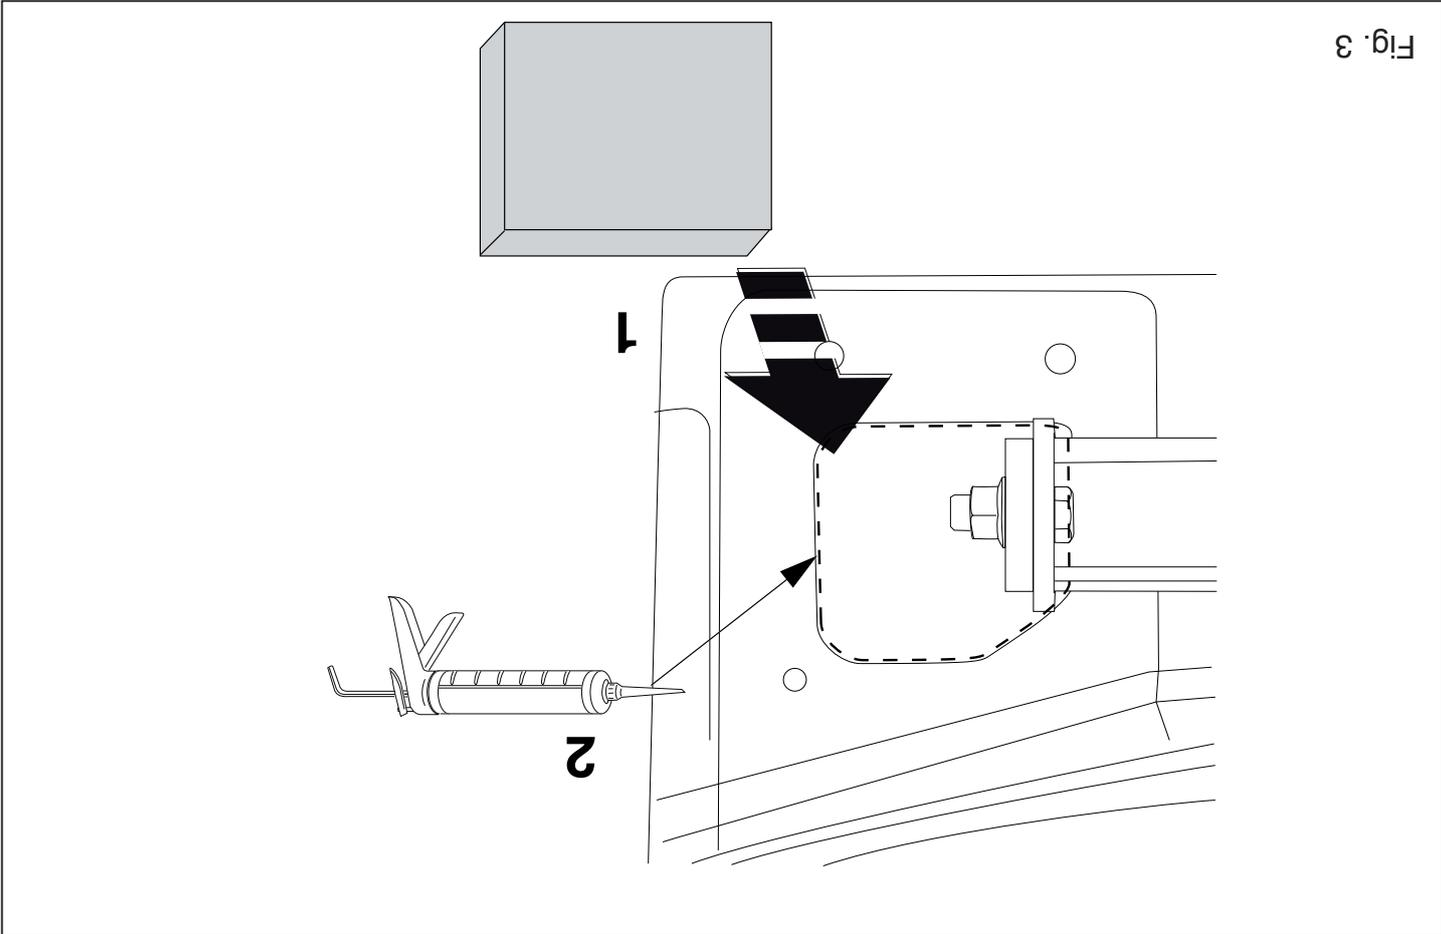

Fig. 3
8. Herplaats het onder punt 1 en 2 verwijderde Kit de aangegeven delen af (zie fig. 3)
13. Herplaats het onder punt 1 en 2 verwijderde Kit de aangegeven delen af (zie fig. 3)
7. Place the two PE foam blocks as sealing in the chassis members. Seal the portions indicated (see fig. 3).
7. Die zwei PE-Schaumblöcke als Dichtung in den Fahrgestellträger einsetzen. Die angegebenen Teile kitten (siehe Abb. 3).